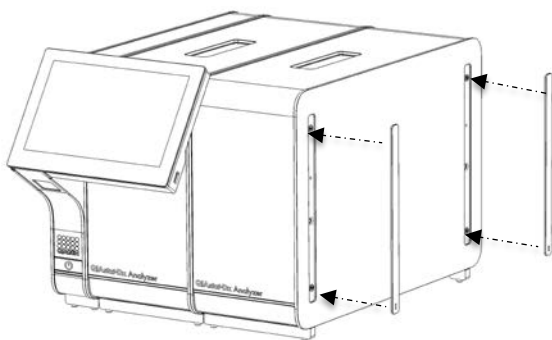

Abbildung 17: Wiederanbringen der Schutzabdeckungen am zusätzlichen Analysemodul
5. Bringen Sie die Schutzabdeckungen wieder an der Seite des zusätzlichen Analysemoduls an (Abbildung 17).